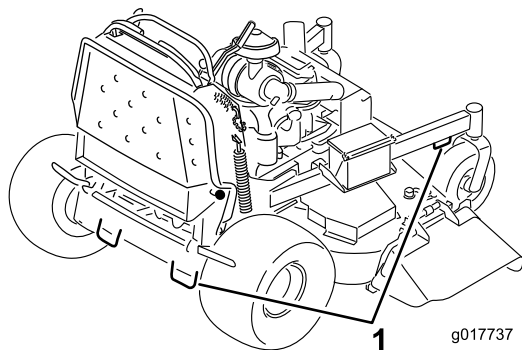

Figure 24
6. Servez-vous des points d'attache en métal de la machine pour arrimer solidement la machine sur la remorque ou le véhicule utilitaire avec des sangles, des chaînes, des câbles ou des cordes (Figure 24).